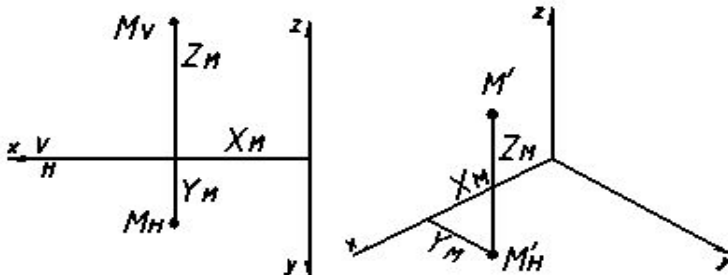

Fig. 7.3
- se trasează axele axonometrice sub un unghi de 120° între ele (fig. 7.3);
5. Se alege *layer*-ul „Contur” și , utilizând procedeul din fig. 7.3, se construiește reprezentarea axonometrică izometrică. Pe parcurs se tastează <F5> pentru comutarea transparentă pe planele izometrice de lucru. Practic sunt parcurse circular cele trei plane izometrice.